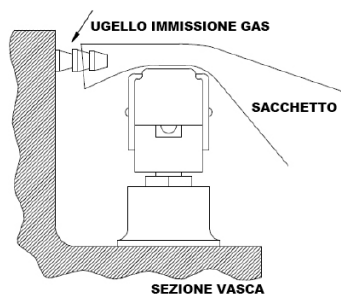

Fig. 5
3. Porre il sacchetto contenente il prodotto all'interno della camera di vuoto, inserendo l'ugello di immissione gas all'interno della bocca del sacchetto (Fig. 5), avendo cura che non vi siano pieghe che ostriscano la fuoriuscita del gas.